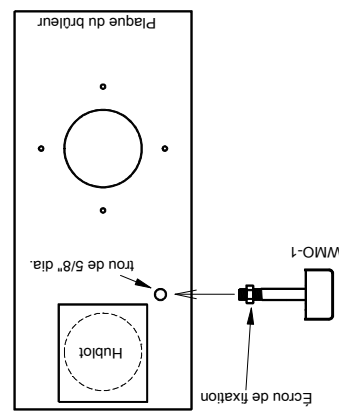

FIG. 6A
INSTALLATION SUR LA PLAQUE DU BRÛLEUR – APPAREILS COMBINÉS - FIGS. 6A ET 6B
1. Reportez-vous à la Fig. 6A. Enlevez le bouchon d'un diamètre de 5/8» de la plaque du brûleur. Découpez ou limpez un trou dans l'isolant rigide en fibre de verre, à l'arrière du trou de 5/8» dans la plaque du brûleur. Le trou doit être assez large pour que l'écrou de fixation du WMO-1 puisse être fixé contre l'arrière de la plaque du brûleur. Enlevez un des écrous de fixation du tube de l'assemblage WMO-1. Serrez l'autre écrou autant que possible contre le tube.